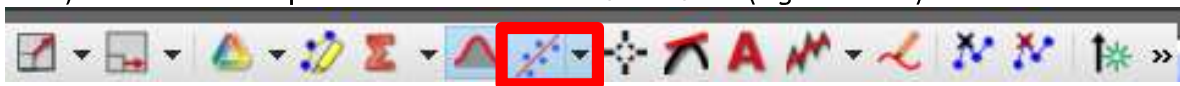
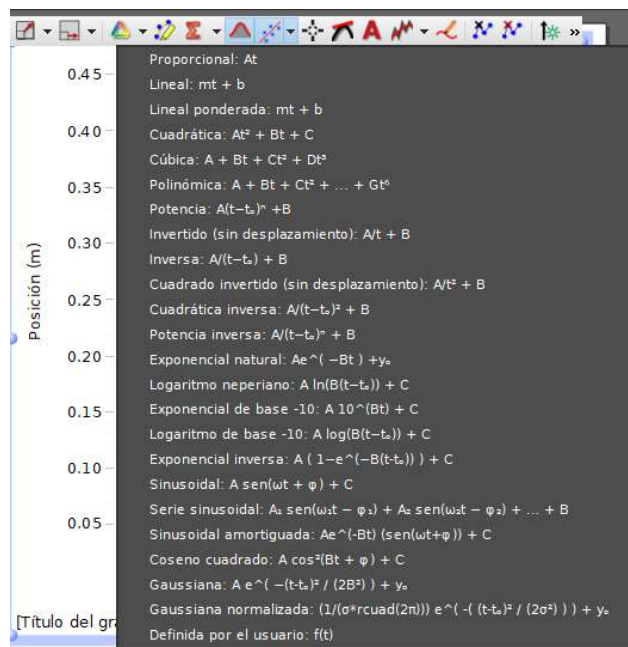

Figura No. 4
Figura No. 5
- Para obtener la magnitud de la aceleración del carro dinámico, seleccione el ícono de ajuste de datos (Figura No. 4). Y de clic en la opción **<Cuadrática:  $At^2 + Bt + C$ >** (Figura No. 5)